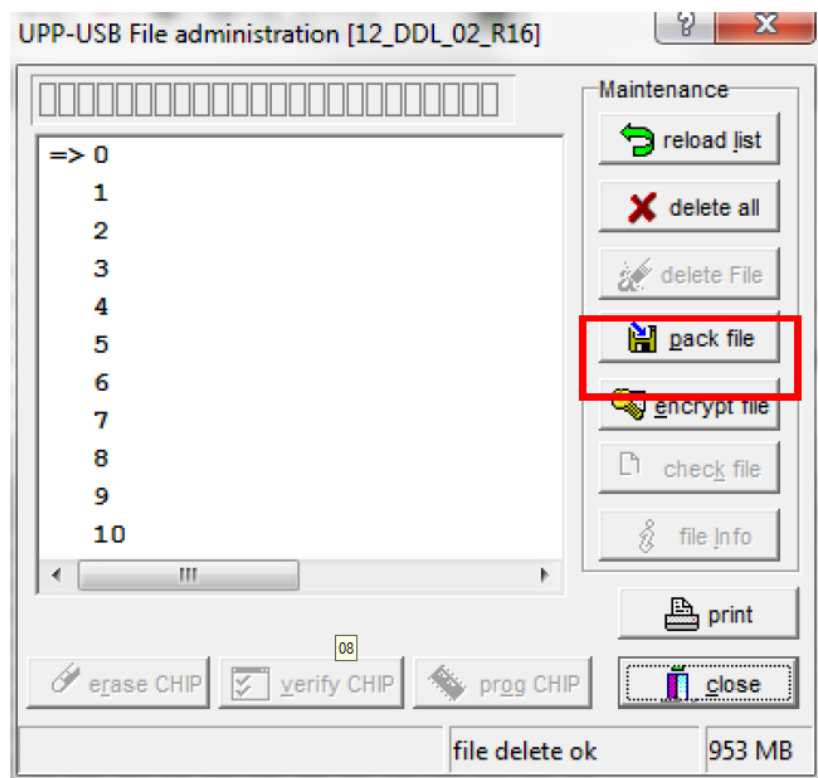

Рисунок 11
3.10 Выберите опцию «**pack file**», нажав на соответствующую кнопку (рисунок 11).